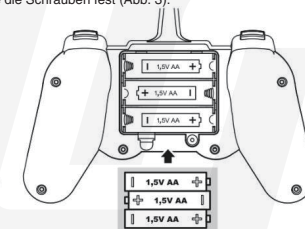

Abb.2
2. Legen Sie drei 1,5 V AA nicht wiederaufladbare Batterien (Batterien müssen separat gekauft werden) in das Batteriefach gemäß der Polarität, siehe Abbildung im Batteriefach (Abb. 2).